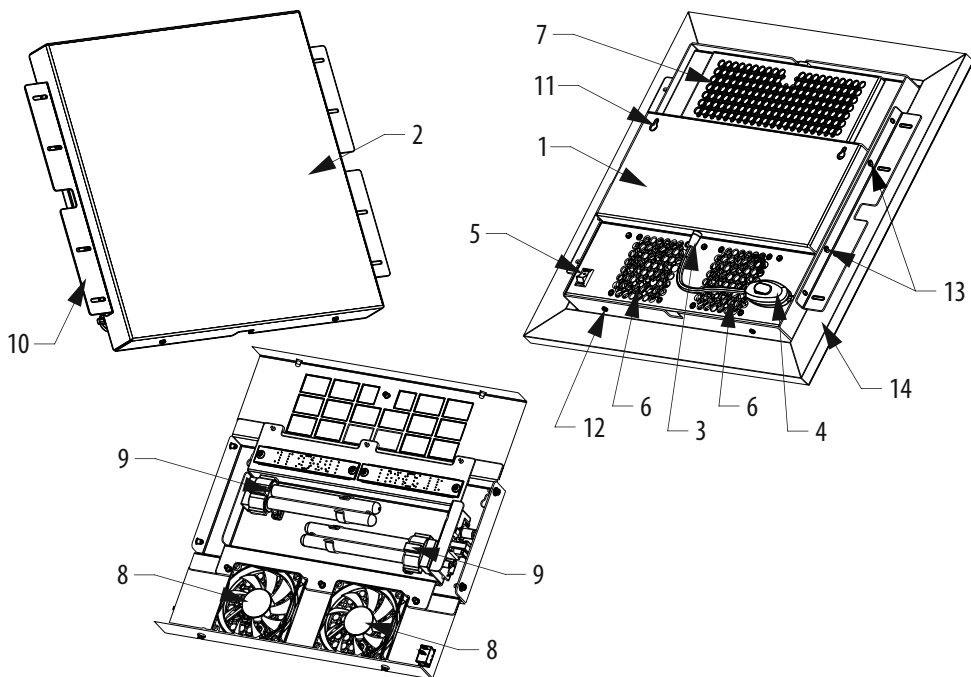

Рисунок 1. Общая конструкция рециркулятора ОВУ-02-Ф «Аура»
6.4.1. Измерьте межцентровое расстояние между проушинами (см. рис. 1, позиция 11. Справочно: межцентровое расстояние - 280мм, высота от оптической горизонтальной оси прибора - 55мм). С помощью уровня и линейки (рулетки) разметьте на стене отверстия для монтажа. Выбирайте крепёж в соответствии с материалом стен: шурупы для деревянных стен или стен из древесных материалов; дюбеля с шурупами для бетонных, кирпичных или газосиликатных стен; специальный крепёж для стен из ГКЛ.